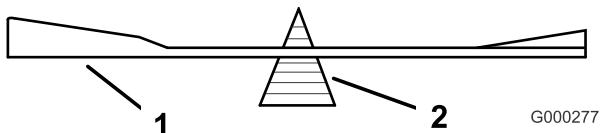

Figure 78
2. Vérifiez l'équilibre de la lame en la plaçant sur un équilibrage (Figure 78). Si la lame reste horizontale, elle est équilibrée et peut être utilisée. Si la lame est déséquilibrée, limez un peu l'extrémité de la partie relevée seulement (Figure 79). Répétez la procédure jusqu'à ce que la lame soit équilibrée.